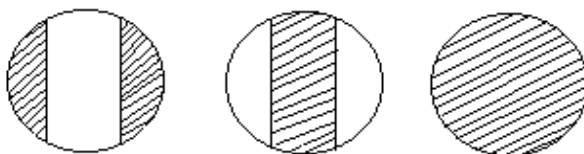

Рисунок 3 – Варианты картины тройного поля окуляра поляриметра
2. Произведите без кюветы определение нулевого отсчета n_0 . Перемещением муфты установите окуляр на ясное видение линий раздела поля. После этого вращением фрикциона поверните анализатор и добейтесь равномерного затемнения тройного поля (см. рис. 3). Сделайте **отсчет угла по нониусу**. Если нулевой штрих нониуса при установке на равномерную затемненность оказался относительно нулевого штриха лимба смещенным по часовой стрелке, то его значение берется со знаком (+), если против часовой стрелки, то со знаком (-). Повторите измерения пять раз. Средняя из пяти отсчетов величина является нулевым отсчетом прибора n_0 .